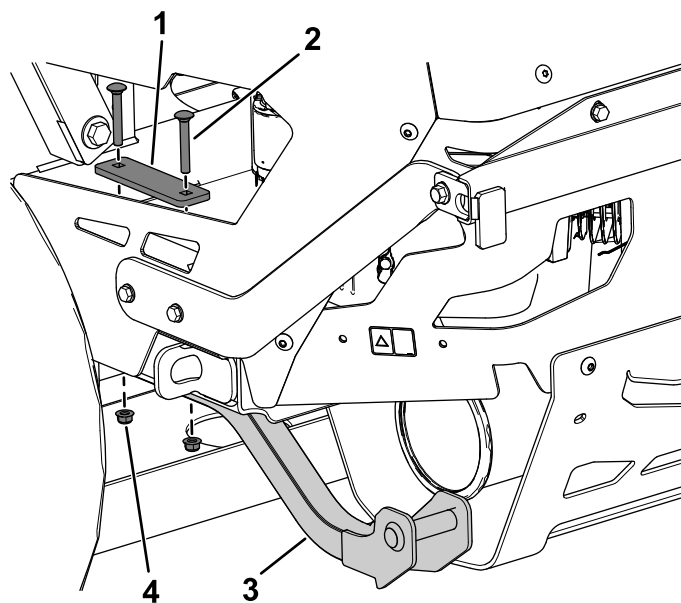

Figura 10
4. Instale sem apertar o apoio inferior na placa do motor utilizando dois parafusos de carroceria (5/16 pol. x 2¼ pol.) e duas placas de apoio e duas porcas flangeadas (5/16 pol.) como se mostra na Figura 10.